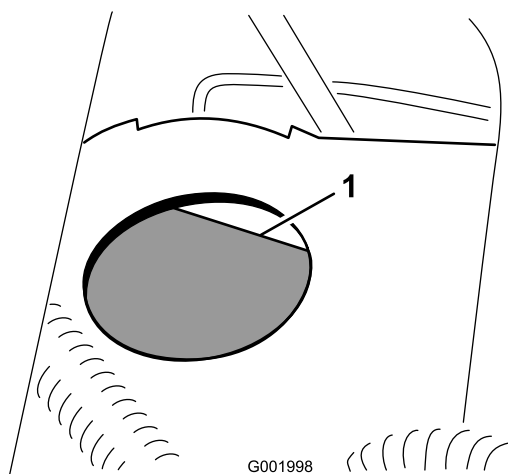

Figura 61
- O nível do fluído deve estar ao nível da linha Full indicada no reservatório (Figura 61).